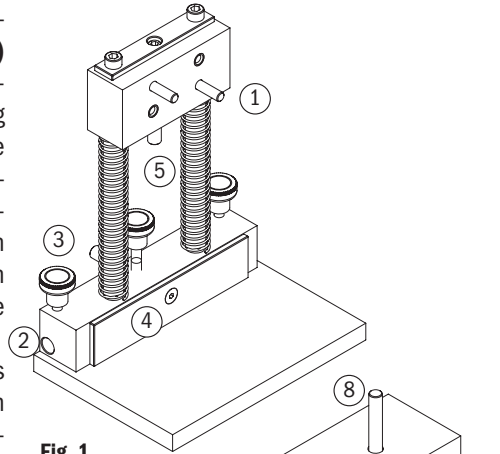
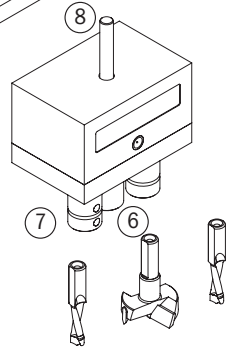
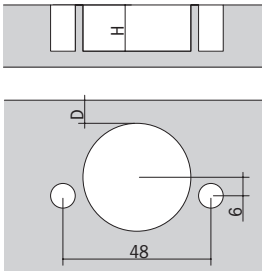
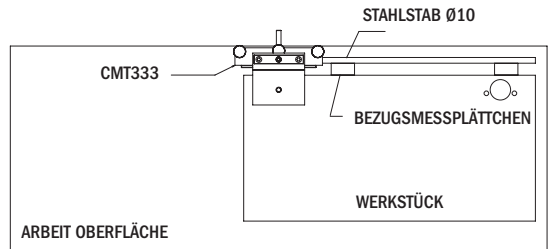

Fig. 1
Fig. 2
Fig. 3
Fig. 4
Je nach Scharniermodell den entsprechenden Werkzeugkopf (**Abb. 2**) auf der Universalhalterung (**Abb. 1**) mit den 2 hinteren Befestigungsschrauben (1) montieren. Das Bohrsystem auf einem für die Bearbeitung geeigneten Arbeitstisch positionieren. Eine Stahlstange mit $\varnothing 10\text{mm}$ und für die auszuführende Arbeit geeigneter Länge besorgen und in das seitliche Loch (2) stecken, den Referenzanschlag einstellen und alles mit den zwei Handrädern (3) blockieren, und auf dem Tisch ein oder zwei Referenzunterlagen befestigen, je nach Länge des anzubohrenden Werkstücks (**Abb. 4**).
Die Bohrabstände (**Abb. 3**) einstellen: vom Rand des Panels zum Scharnier (D) mit Platte und mittlerem Handrad (4) und die Bohrtiefe (H) mit der Gewindestange und Befestigungsmutter (5) einstellen und zum Schluss das anzubohrende Werkstück (**Abb. 4**) positionieren. Danach auf den 3 Spindeln die für den gewählten Kopf passenden Werkzeuge montieren: auf der mittleren Spindel (6) das rechtsdrehende Werkzeug für Scharniere $\varnothing 35\text{mm}$, auf den 2 seitlichen Spindeln (7) die linksdrehenden Werkzeuge für nicht durchgehende Löcher $\varnothing 8\text{mm}$ oder $\varnothing 10\text{mm}$ (je nach Scharnertyp), die mit den 2 Stiften festgestellt werden (**Abb. 2**).